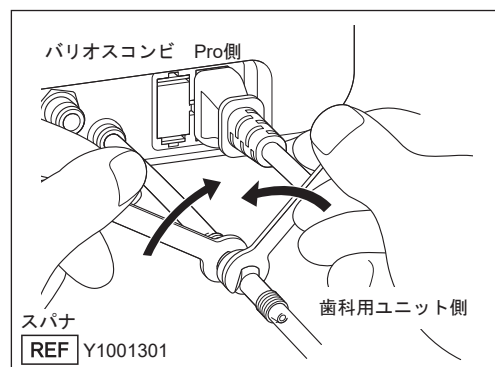

図58
- 3) ふたつのスパナ（5×8）を使って、矢印の方向に回します（図58）。